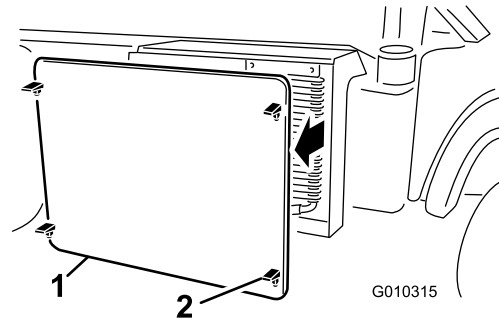

Bild 59
2. Lösen und entfernen Sie das Kühlgitter vorne am Kühler (Bild 59).